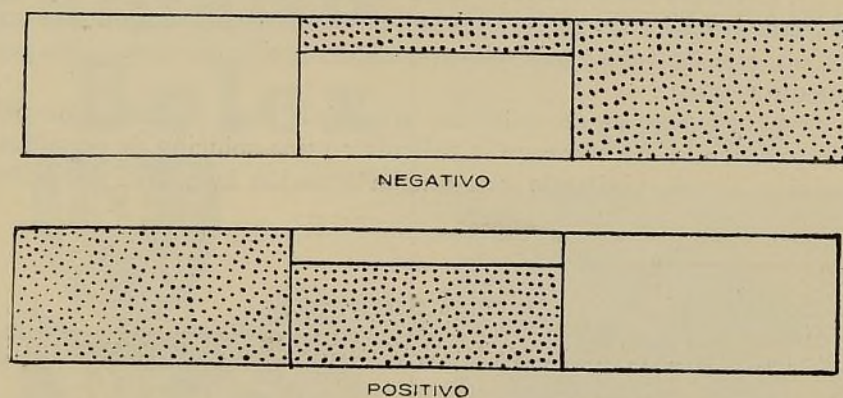

Fig. 6
3. *Película contrastada*.— Este defecto, en la mayoría de los casos, tiene poca importancia y perjudica menos la proyección que una película gris. Se debe a una sub-exposición seguida de un revelado prolongado (fig. 6).